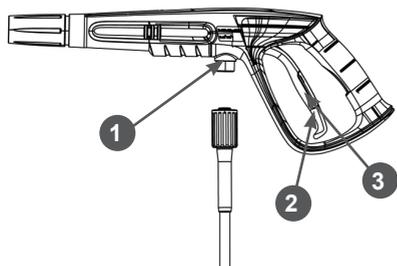

Рис. 4 Соединение пистолета и шланга высокого давления
4. С помощью резьбового соединения 1 подключите шланг высокого давления к пистолету (Рис. 4). Заблокируйте рычаг включения 2 фиксатором 3 от случайного включения.